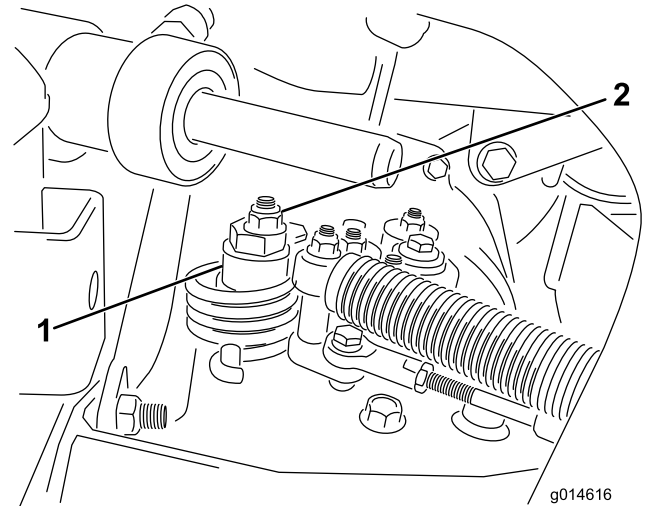

Bild 39
- A. Lösen Sie die Mutter, mit der der Exzenter oben am Hydrostat befestigt ist (Bild 39).
- C. Drehen Sie den Exzenter, bis kein Kriechen in jeder Richtung auftritt. Ziehen Sie die Schraube fest, wenn sich das Rad nicht mehr dreht, um den Exzenter und die Einstellung zu arretieren (Bild 39). Überprüfen Sie die Einstellung, wenn die Gasbedienung in der LANGSAM- und SCHNELL-Stellung ist.